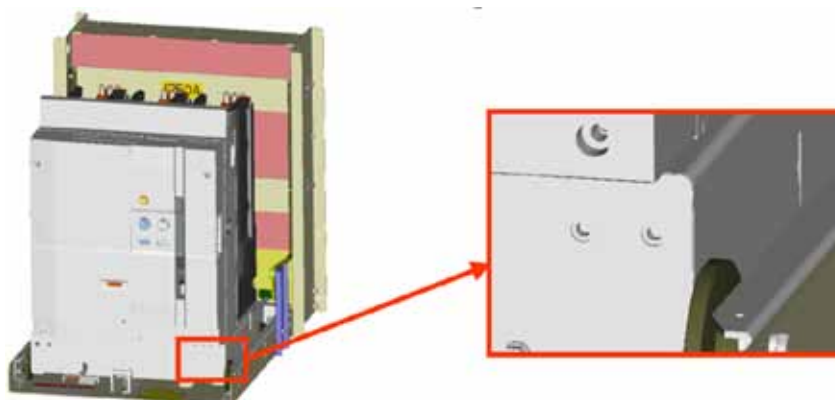

Figura 14 - Orifício do disjuntor para suporte fixo na posição TESTE.
- ① Coloque o disjuntor a vácuo na posição de TESTE mostrada na Figura 14.